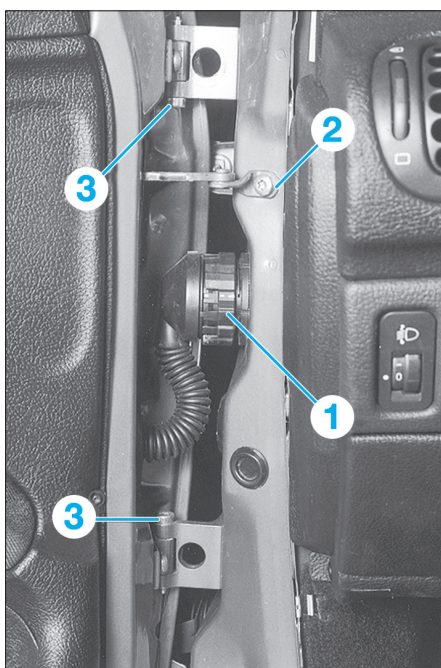

Fig. 46
- Déconnecter le faisceau électrique par une simple rotation du connecteur (1) (Fig.46).
- la vis de fixation du limiteur d'ouverture de porte (2),
- l'axe vissé (3) de la charnière supérieure et inférieure.